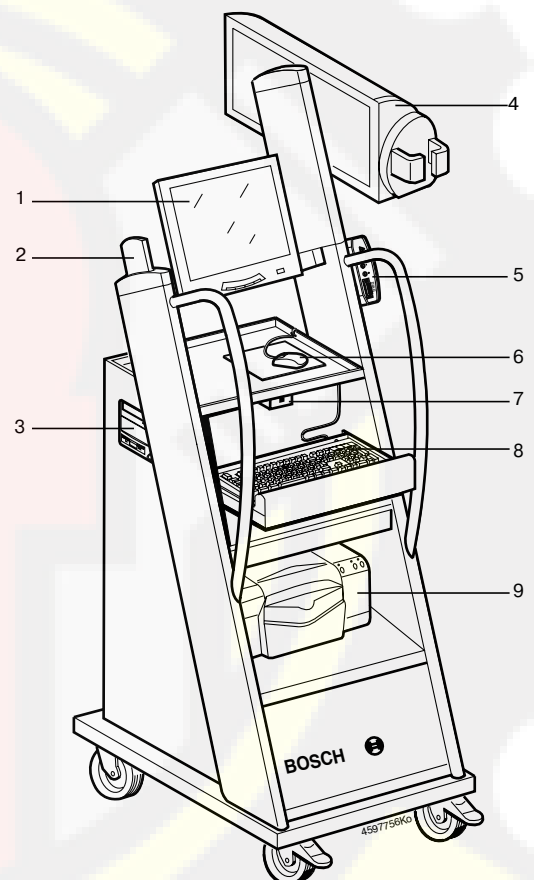

Рис. 2. FSA 740 (вид спереди):
3. Установить принтер на тележку (рис.2, позиция 9).